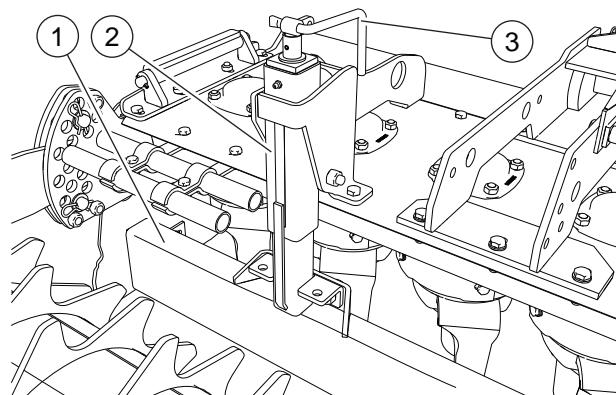

FIG. 35
Para nivelar y triturar ulteriormente el terreno, la grada posee una barra niveladora posicionada detrás de los dientes y regulable en altura mediante los tornillos de manivela (2, "Fig. 35"). Es aconsejable empezar a trabajar con la barra de nivel en posición alta. Regular sucesivamente la posición de la barra girando la manivela (3) hasta alcanzar la posición deseada. Efectuar las regulaciones manteniendo en lo posible la barra a la misma altura respecto al terreno. Evitar de usarla en profundidad.